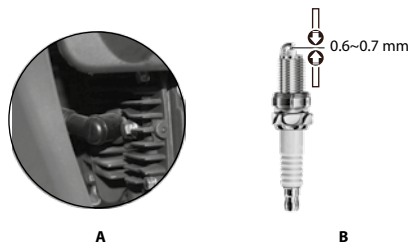

Imagen 17. Bujía.
1. Localizar el cable de la bujía en el lado derecho de la **AT110_{RT}** (ver imagen 17-A).
6. Verificar la calibración de los electrodos de la bujía la cual debe ser de 0.6 a 0.7 mm (ver imagen 17-B).